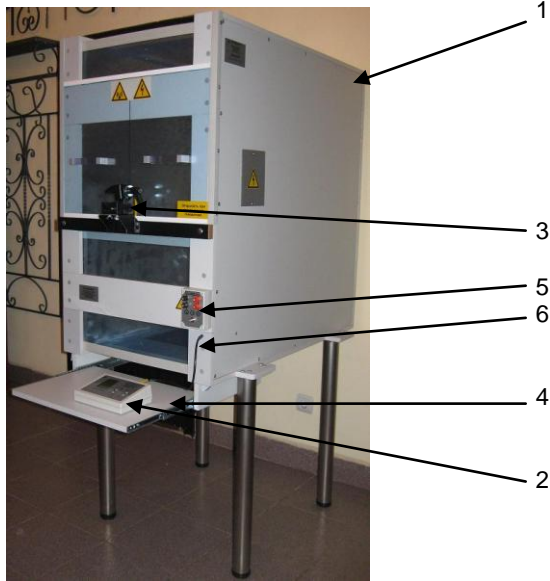

Рисунок 1
5.1.1. Внешний вид установки представлен на рис.1, где 1- конденсатор, 2- измеритель МОУУ, 3- координатное устройство, 4- выдвижной столик.